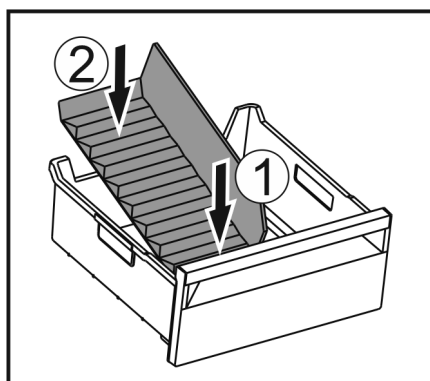

Fig. 169
- Sätt in frysfacksdelarens främre del. Fig. 169 (1)
- Sänk ned frysfacksdelarens bakre del till lådans botten. Fig. 169 (2)